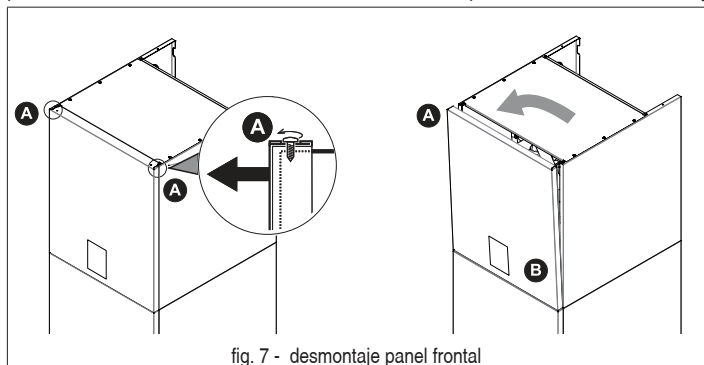

fig. 7 - desmontaje panel frontal
- Destornillar parcialmente los tornillos A (ver "fig. 7 - desmontaje panel frontal").
- Extraer el panel B y desengancharlo de las piezas de fijación superiores (ver "fig. 7 - desmontaje panel frontal").